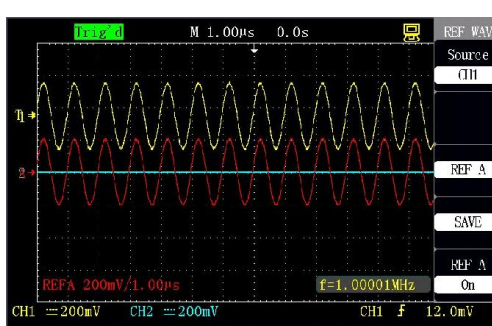

Figura 2-23 Forma de onda de referência
- Selecione “REF A ON” ou “REF B ON” para recuperar a forma de onda de referência, como mostrado na figura 2-23.